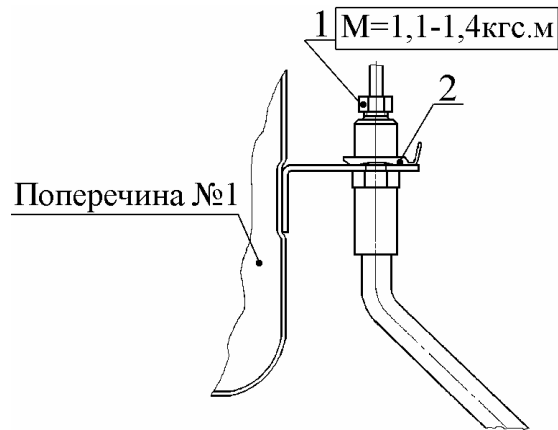

Рис.45. Установка шланга гибкого передних тормозов:
2) подсоединить рабочий цилиндр привода сцепления со шлангом гибким передних тормозов к кузову, затянув соединительную гайку 1 (рис. 45) с моментом от 11 до 14 Н.м (1,1-1,4 кгс.м) и установить скобу 2